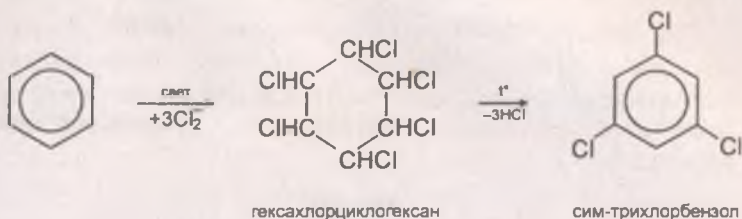

Рис. 124
- 2) на солнечном свете под воздействием ультрафиолетового излучения бензол присоединяет хлор и бром с образованием гексагалогенидов, которые при нагревании теряют три молекулы галогеноводорода и приводят к тригалогенбензолам (рис. 124);